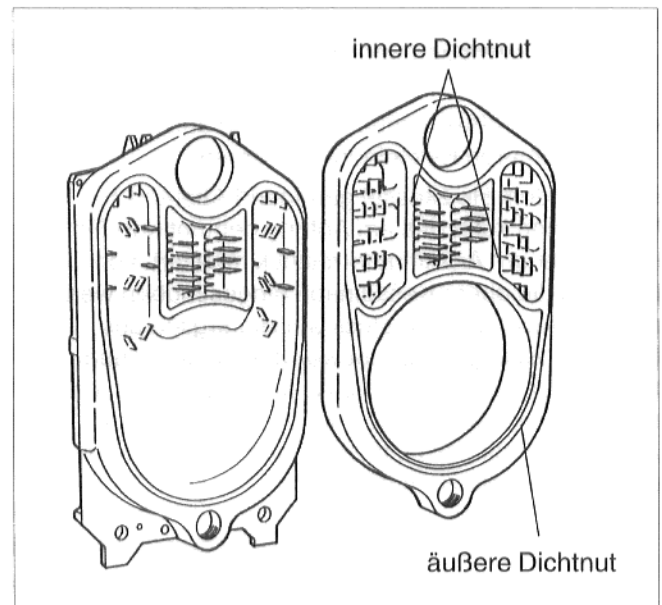

Abb. 8
- Teilblöcke anstellen (Abb. 8) und gegen Umkippen sichern.
- Die äußeren und inneren Nuten auf der Rückseite des Mittelgliedes mit Haftgrund einzustreichen (Abb. 8).
- Dichtschnur, im oberen Bereich der Kesselnabe beginnend in die äußere Nut einlegen (Abb. 8).
- Dichtschnur in die inneren Nuten des Kesselgliedes einlegen (Abb. 8).